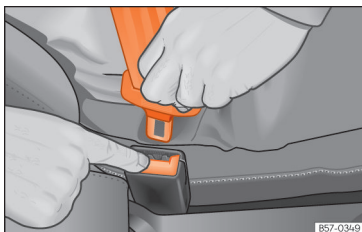

Fig. 23 Soltar la lengüeta del cierre del cinturón.
- Presione la tecla roja en el cierre »» » fig. 23. La lengüeta saltará del cierre.